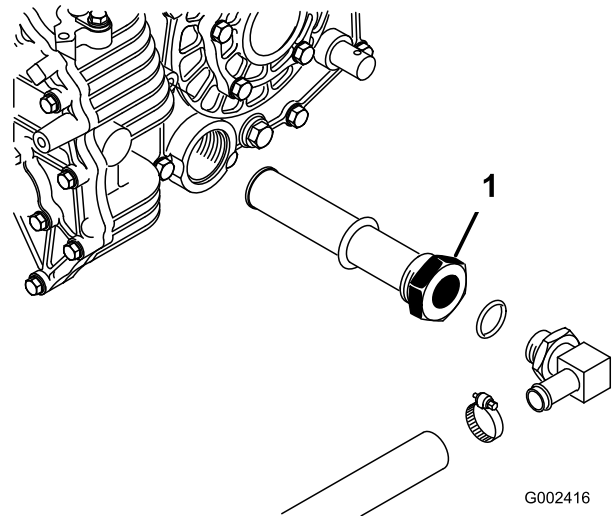

Figura 70
- Reveniți la orientarea furtunului hidraulic i a fittingului de 90° conectat la sita de pe partea laterală a rezervorului (Figura 70).